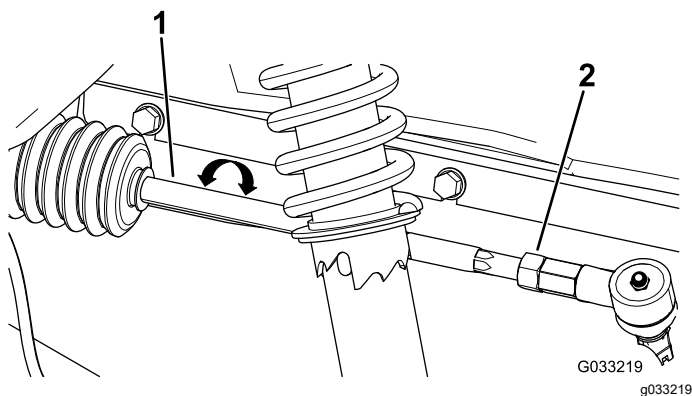

図 47
2. 前後の測定値の差が所定範囲 0-6 mm にならない場合は、タイロッドの外側端部にあるジャムナットをゆるめて調整を行う 図 47。